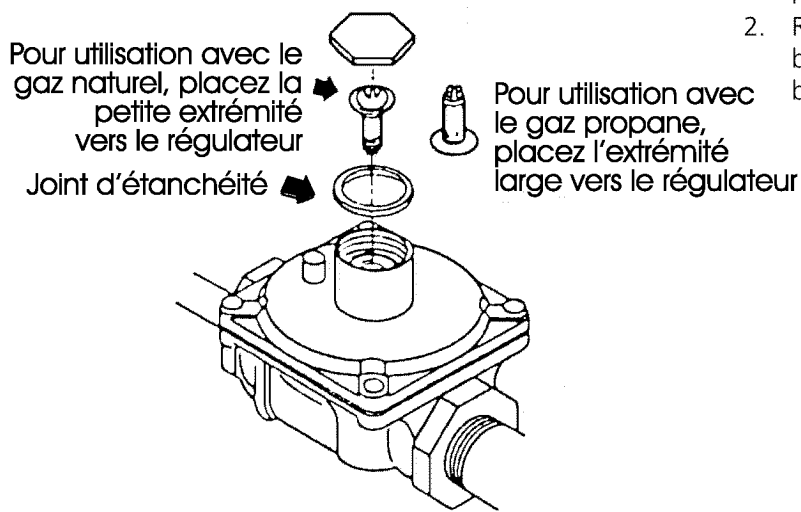

Figure 1
- Tournez le piston plongeur pour que l'extrémité la plus petite se trouve vers le bas pour utiliser avec du gaz naturel, (voir la figure 1).